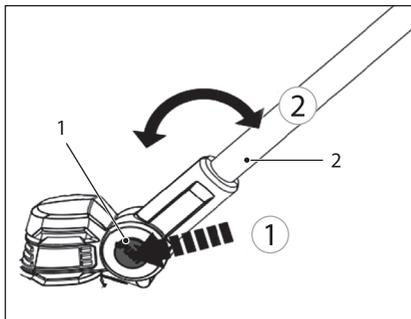

Рис. 10
1. Нажмите на фиксирующие кнопки (1) (рис. 10, шаг 1).
2. Слегка наклоните штангу (2) (рис. 10, шаг 2).
3. Отпустите фиксирующие кнопки (1).